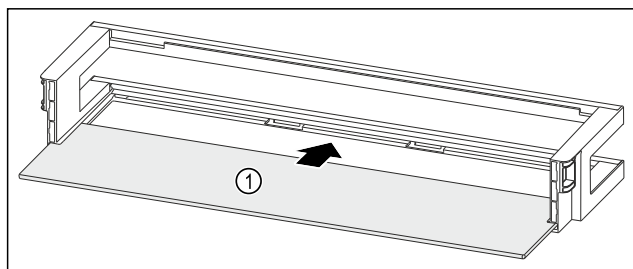

Fig. 238 Polica u vratima s policom za odlaganje
- ▶ Umetnite policu Fig. 238 (1) u bočna udubljenja.